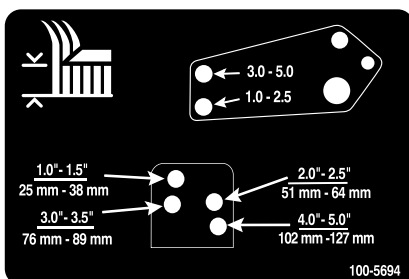

Рисунок 28
10. Совместите отверстия тяг демпферов с выбранными отверстиями кронштейнов высоты скашивания в раме деки газонокосилки, вставьте шплинтуемые штифты и зафиксируйте их игольчатыми шплинтами (Рисунок 28).